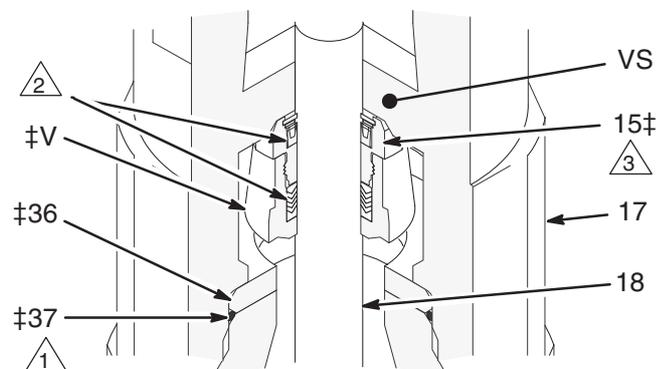

Fig. 5
6. Desenrosque el alojamiento de la válvula de admisión (17) del cilindro (10). Extraiga el alojamiento de la bomba. El conjunto de la válvula de retención de admisión (V, vea la Fig. 5) debería deslizarse bajando por el vástago del pistón de cebado (18) a medida que extrae el alojamiento; si no se desliza fácilmente, aflójele golpeando firmemente la parte superior del alojamiento (17) con una maza de goma.
7. Extraiga el asiento de admisión (36) y la junta (37) situados en el fondo del alojamiento de la válvula de admisión (17). Tenga cuidado de no dejar caer el conjunto de la válvula de retención (V) a media que se libera. Vea la Fig. 5.
1. Deslice el alojamiento de la válvula de admisión (17) sobre el vástago del pistón de cebado (18), cerciorándose de que la superficie uniforme del tope de la válvula (VS) está dirigida hacia abajo, hacia la admisión de la bomba. Enrosque el alojamiento (17) en el cilindro (10). Vea las Fig. 5 y 6.
2. Lubrique la varilla del pistón de cebado (18), y deslice la válvula de admisión prearmada (V‡) en la varilla, asegurándose de que la tuerca prensaestopas (15‡) va en la varilla en primer lugar. Empuje hacia arriba el conjunto de la válvula tanto como sea posible. Utilice una maza de goma en la varilla del pistón (18), para empujar el conjunto de la válvula hasta el tope superior (VS). Vea las Fig. 5 y 6.
3. El asiento de admisión (36‡) es reversible. Coloquelo presionando dentro del alojamiento (17) hasta que se asiente firmemente. Lubrique la junta (37‡) e instálela en el bisel que rodea el fondo del asiento. Vea la Fig. 5.
- △3 Válvula de retención de admisión (vea la Fig. 5).